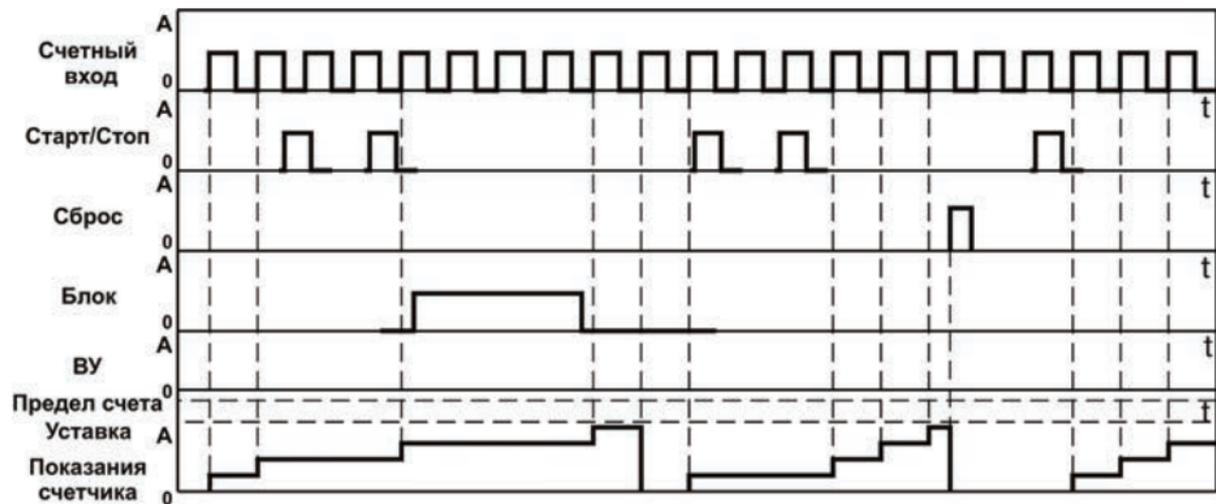

Рисунок 3.7
- тип работы по сигналу «Сброс» – «Сбросить счетчик и ждать сигнала «Старт» ($rSt = StOP$) (рисунок 3.7).